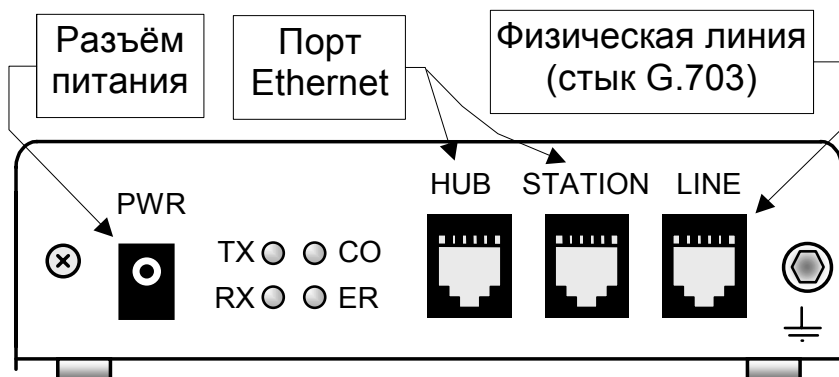

Рис. 5. Задняя панель модема
Внешний вид задней панели приведён на Рис. 5. На задней панели модема расположены индикаторы состояния Ethernet порта и разъёмы.
Расположение разъёмов приведено на Рис. 5. Назначение контактов разъёмов физической линии (стыка G.703) см. Приложение 2 на стр.37, а контактов разъёмов Ethernet порта – см. Приложение 3 на стр.37.
1. Подключить физическую линию (стык G.703) к розетке RJ-45, расположенной на задней стенке модема (см.Рис. 5).